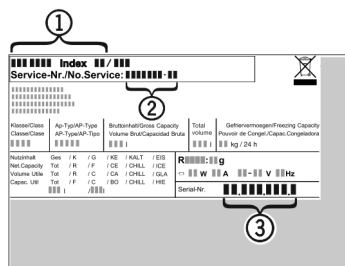

Fig. 4
- Наименование устройства Fig. 4 (1), сервисный № Fig. 4 (2) и серийный № Fig. 4 (3) считайте с заводской таблички. Заводская табличка находится внутри устройства слева.
- Обратитесь в сервисную службу и сообщите вид неисправности, наименование устройства Fig. 4 (1), сервисный № Fig. 4 (2) и серийный № Fig. 4 (3).